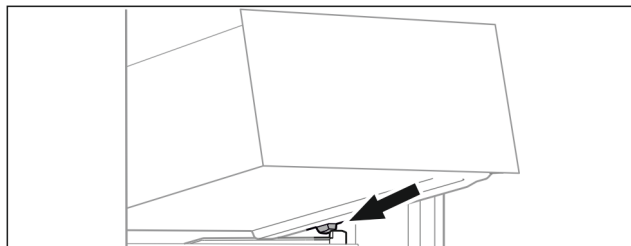

Fig. 28
- ▶ Nasadte zásuvku šikmo za zárezkami na rebro nádoby. (pozri Fig. 28)